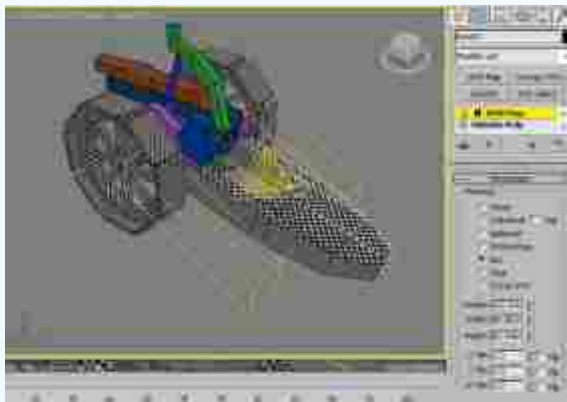

图2-61 托架的UVW展开及基础设置
(1) 激活托架模型, 根据托架的模型结构及动态变化进行UVW Map平展坐标的设置, 然后在“位图参数”卷展栏中单击“Box (方形)”按钮, 接着单击“对齐Z”按钮, 再使用  (自由形式模式) 按钮, 对UV的点进行局部调整。托架的UVWJ基础设置如图2-61所示。